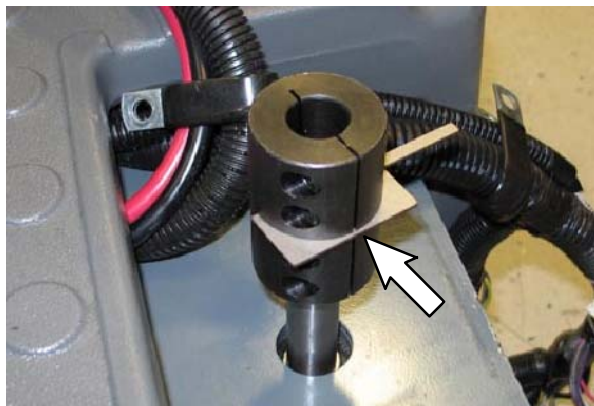

ABB. 37
8. Reinigen Sie die Bohrung der neuen Lenkverbindung (3) sowie den Schaft der Antriebseinheit mit einem alkoholgetränkten Tuch (6).
9. Platzieren Sie die Lenkverbindung (3) an der Vorderseite des Radschafts und führen Sie die Unterlegscheibe (2) in die Lenkverbindung ein. (Abb. 37)
10. Ziehen Sie mit dem mitgelieferten Inbusschlüssel (4) die beiden unteren Innensechskantschrauben mit (17 Nm / 150 in. lbs) fest, um die Lenkverbindung (3) an der Vorderradeinheit zu befestigen. (Abb. 37)
11. Entfernen Sie die Unterlegscheibe (2) von der Lenkverbindung (3). (Abb. 37)